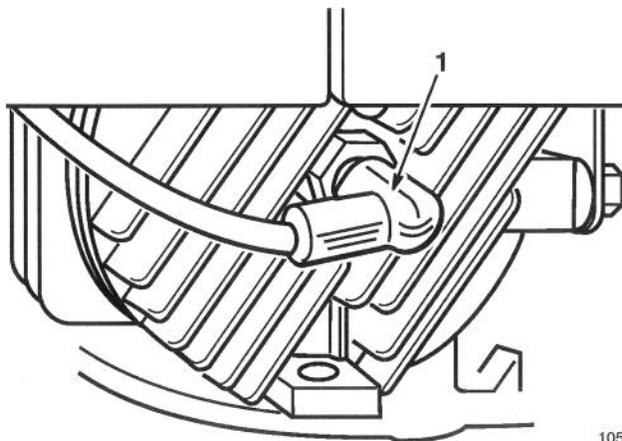

Figure 23
3. Visser la bougie à la main puis la serrer à 20 N·m (180 po.-lbs - 15 pi.-lbs) (Fig. 23).
4. Une fois l'entretien terminé, rebrancher le fil de bougie (Fig. 23).
1. Débrancher le fil de bougie (Fig. 23).
**Remarque:** L'écrou de lame doit être remplacé après avoir été monté et démonté quatre (4) fois. La capacité de serrage diminue et l'écrou risque de se desserrer s'il n'est pas remplacé.
- Une fois l'entretien terminé, rebrancher le fil de bougie (Fig. 23).